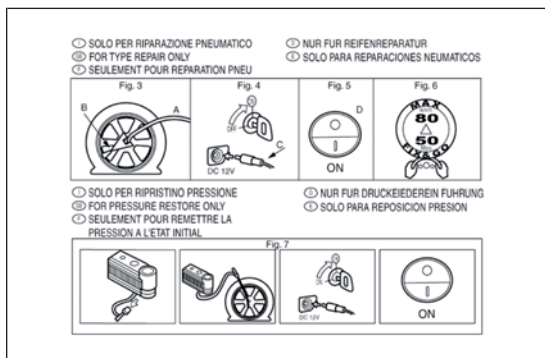

РИС. 129
- информационный листок РИС. 129 для правильного использования комплекта для срочного ремонта шин, который в дальнейшем должен быть передан персоналу для ремонта обработанной комплектом шины;